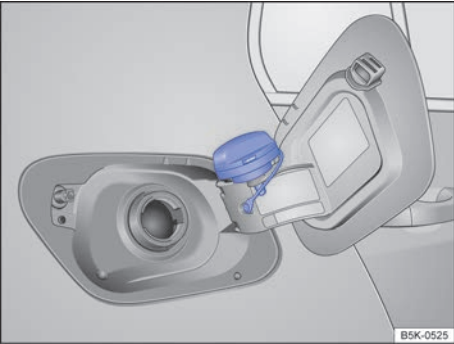

图 152 处于打开状态的燃油箱盖板，加油口盖挂在燃油箱盖板上
- 逆时针旋转加油口盖，取下加油口盖，并将其挂在燃油箱盖板上 ⇒ 图 152。